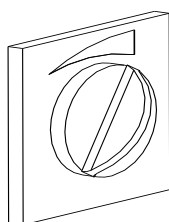
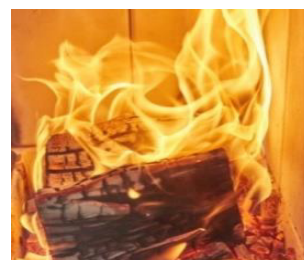

Fig. 6 : modérateur de tirage
Fig. 8 : flamme
- Si disponible, ouvrez complètement le modérateur de tirage (voir fig. 6).
- Dès que les bûches commencent à être bien en feu, au bout de quelques minutes (voir fig. 8), refermez le clapet de régulation de l'air de moitié environ (ramener la manette au centre – voir p. 1 / fig. 2) ou, si disponible, refermez le modérateur de tirage de 50 % (tourner le papillon vers la gauche – voir fig. 6).
- Ouvrir lentement la porte afin de ne pas créer de tourbillons d'air susceptibles de faire s'échapper les gaz de combustion. Si disponible, ouvrez complètement le modérateur de tirage (voir p. 3 / fig. 6).